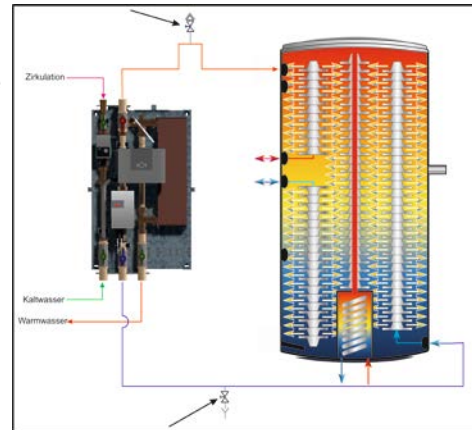

Fig. 6 Sfiato e scarico
4. Installate una valvola di sfiato nella parte più alta del flusso di riscaldamento fornita separatamente (Fig.6).
5. La gestione del flusso di ritorno del riscaldamento deve essere scaricato nel punto più basso (Fig.6).